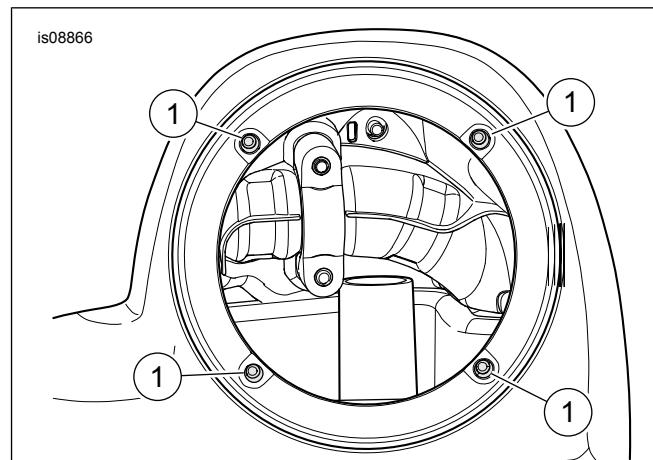

Figura 11. Skorfini tat-tip Captive
15. Ara Figura 11 . Dañħal l-erba' skorfini tat-tip captive min-naħha ta' ġewwa tal-kavità l-kbira.